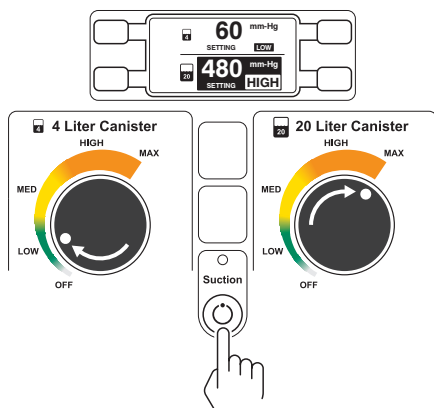

図3 - 吸引の使用
8. SUCTION (吸引) オン/オフボタンを押し、どちらかのキャニスターの吸引限界設定ダイヤルを最大吸引レベル (MAX) まで回します。コントロールパネル表示でも最大吸引レベル値が得られたことを確認してください (図3)。